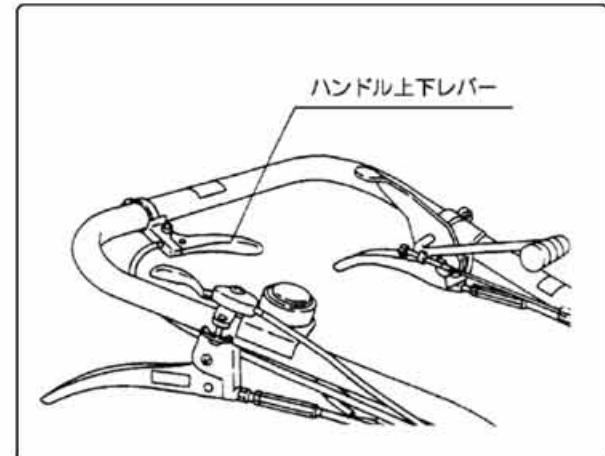

図22
①ハンドル上下レバーを握りハンドルを上に上げてから操作してください。(図22)
②ロータリ回転と適応作業